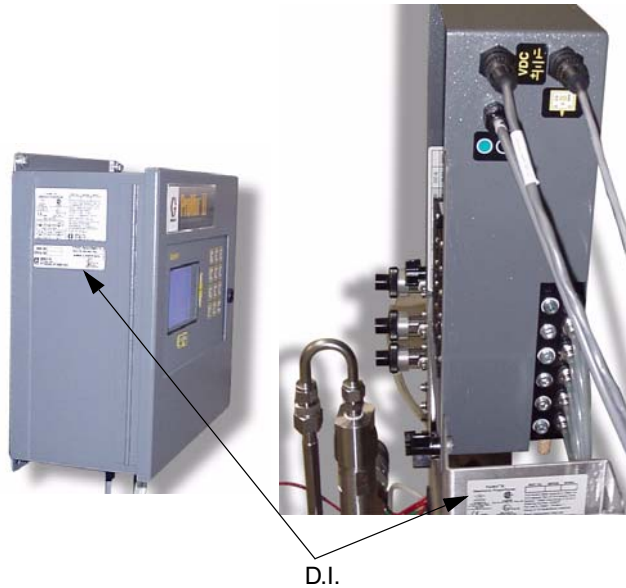

FIG. 6 Display EasyKey™ e pannello del fluido Smart
Non installare l'attrezzatura approvata solo per ubicazioni non pericolose in un'area pericolosa. Vedere l'etichetta (ID) di identificazione (FIG. 6) sul display EasyKey™ per la portata di sicurezza intrinseca del modello. Fare riferimento a **Modelli ProMix™ II**, a pagina 3. Leggere le avvertenze a pagina 6.